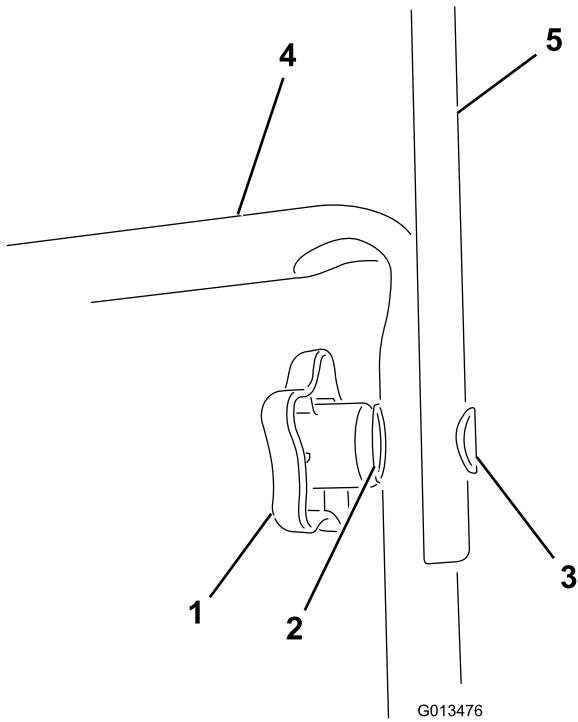

Figura 1
- Conecte el manillar superior al manillar inferior con los pomos del manillar, las arandelas curvas y los pernos ovalados, según se muestra en Figura 1.